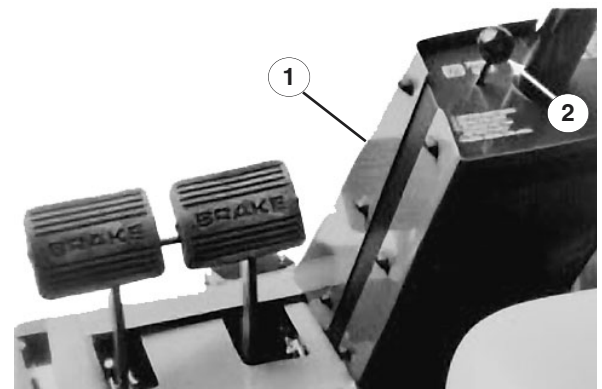

Bild 34
2. Entfernen Sie die (6) Schrauben, mit denen die vordere Abdeckung der Lenksäule am Rahmen abgesichert wird und ziehen die Abdeckung ab (Bild 34).